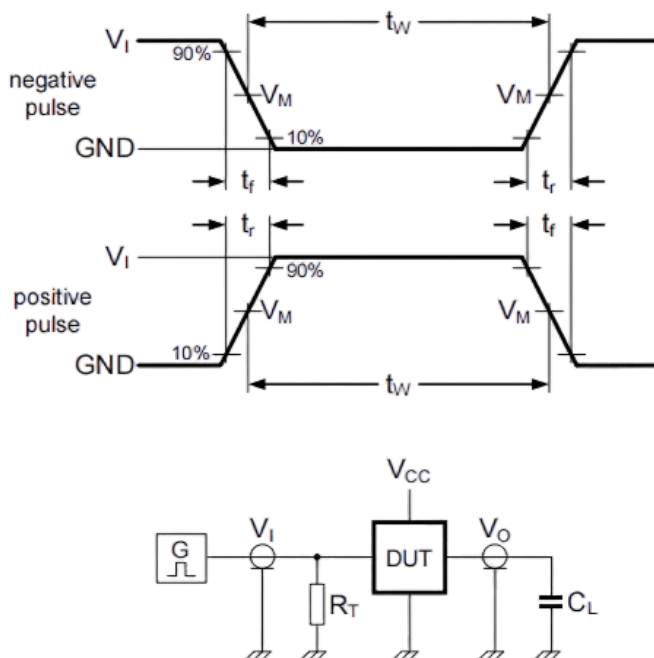
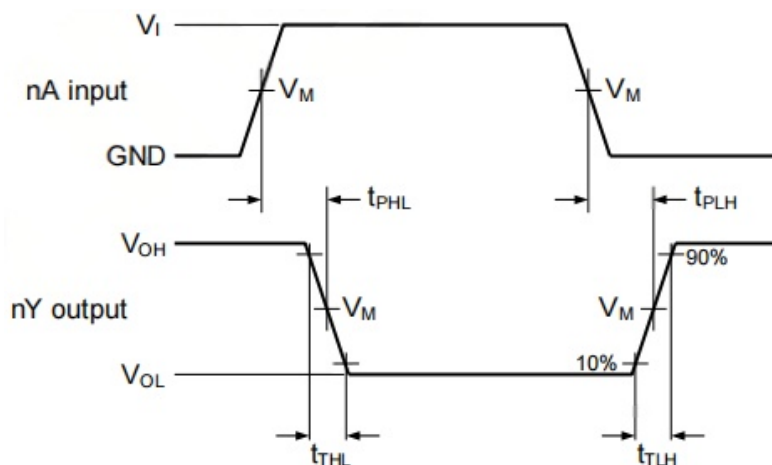

图 4、测试开关时间的测试电路
图 5、输入 (nA) 到数输出 (nB) 传输延迟及输出转换时间
■ 交流参数 1 (除非另有规定, Tamb=25℃, GND=0, tr=tf≤6.0ns, CL=50pF, 见图 4, 图 5)